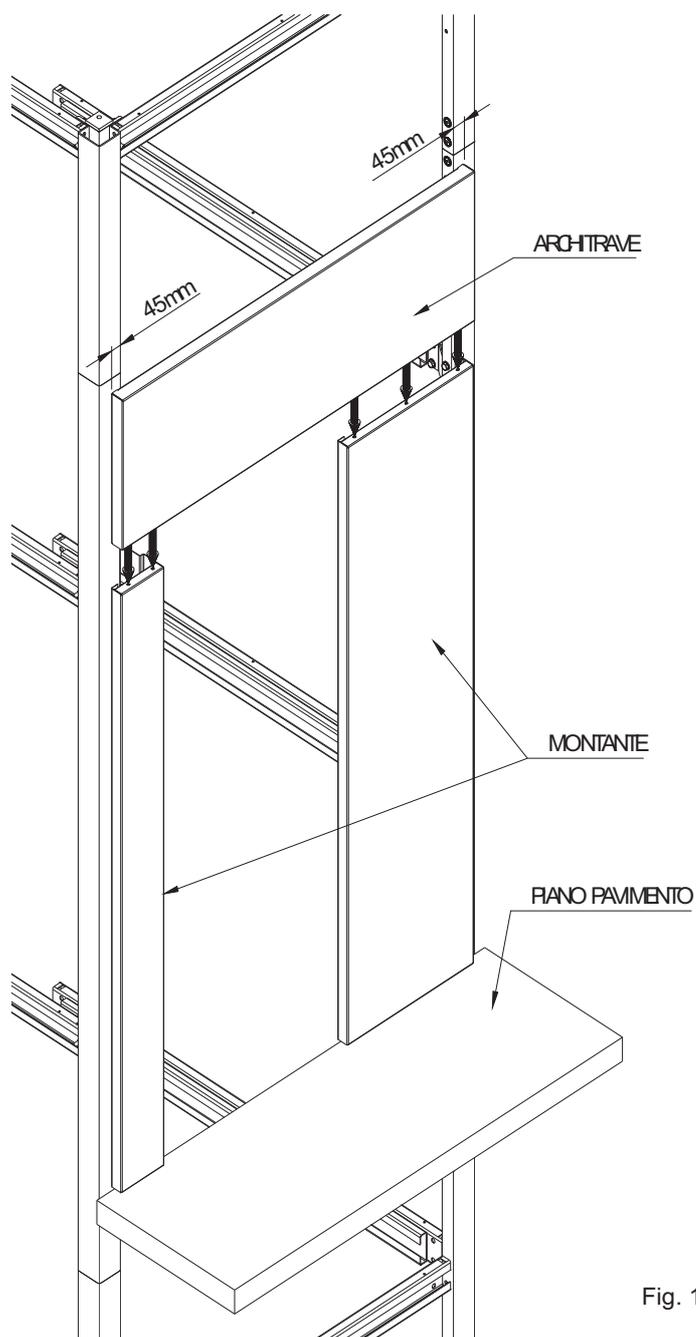

Fig. 16.1
- ✓ Posizionare i montanti dell'inquadramento delle porte sui montanti della struttura, rispettando la quota di 45mm. La parte inferiore dei montanti porta deve essere allineata con il piano pavimento finito (Fig. 16.1)